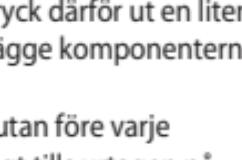

Fig. 4
- Vid behov kan en intraoral spets sättas på blandningsspetsen (Fig 4). En större mängd material kan extruderas om den intraorala spetsen kortas av med ca. 1 mm.